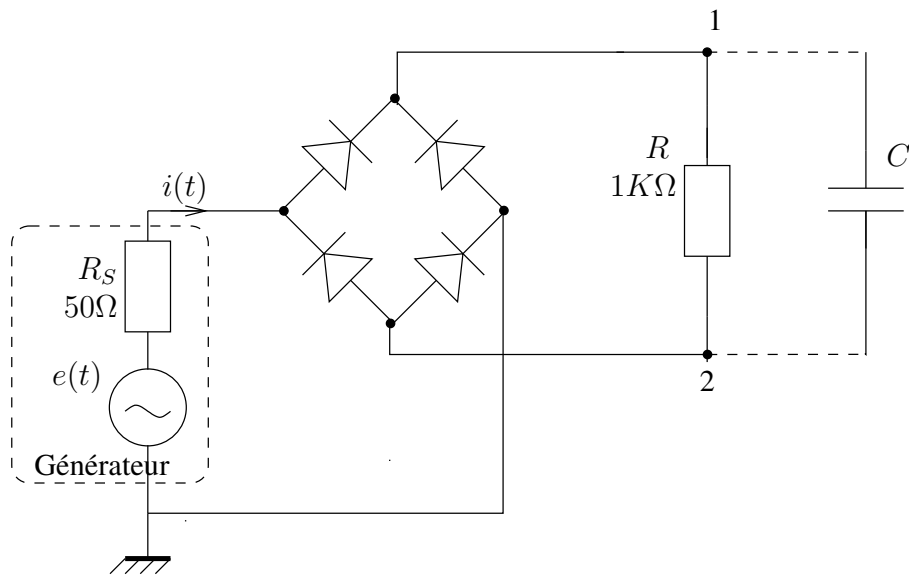

FIG. 4 – Schéma d'un redresseur double alternance.
- 1) Montez le circuit donné figure 4. Visualisez la tension sur la résistance. Commentez.